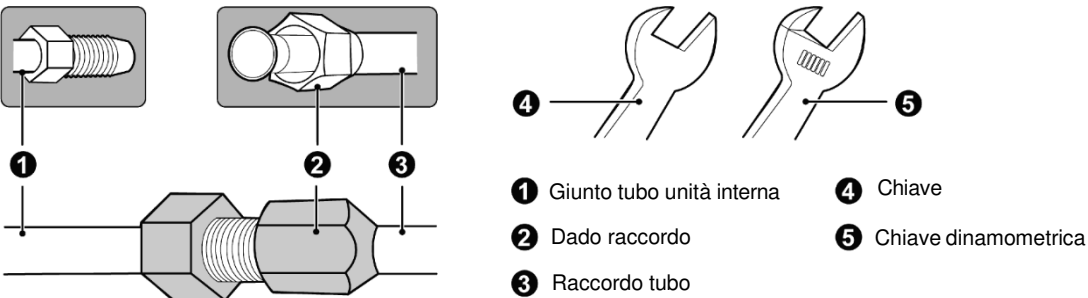

Fig. 4.2
- (1) Puntare l'apertura svasata del tubo di rame verso il centro del giunto filettato, quindi stringere il dado svasato a mano, come illustrato in Fig. 4.2.
- (2) Serrare il dado svasato con la chiave dinamometrica.